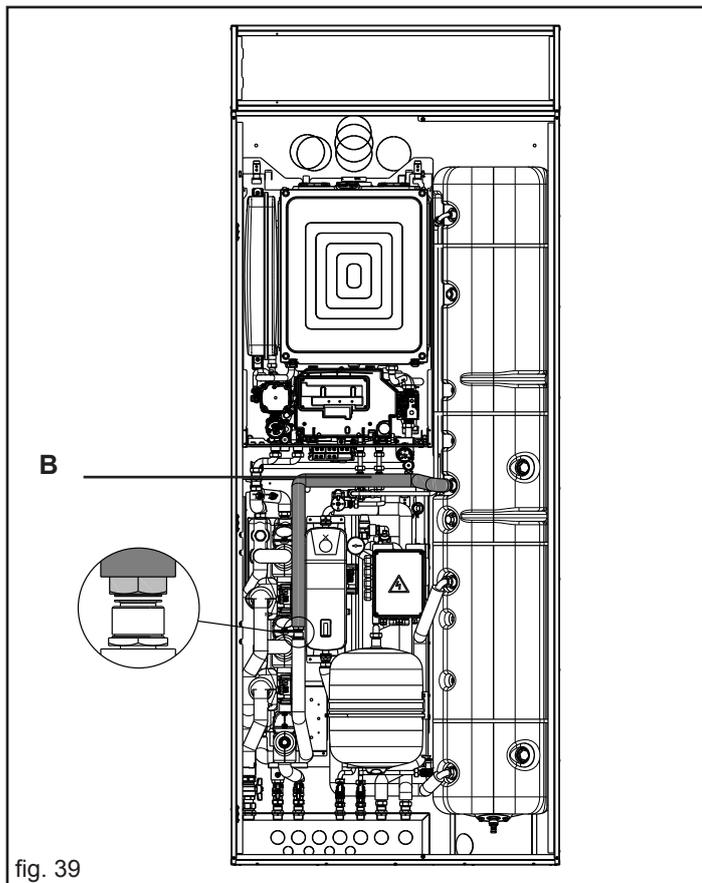

fig. 39
- Collegare la rampa di ritorno (fig. 39 - B) tra l'uscita del serpentino superiore ed il tubo di ritorno, utilizzando le guarnizioni da 3/4" a corredo.